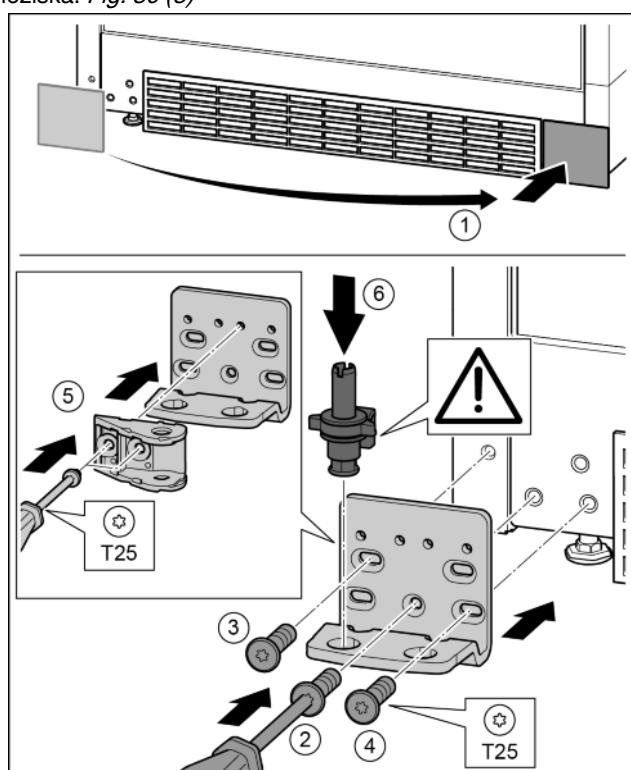

Fig. 31
- ▶ Sejměte kryt a připevněte jej na druhé straně. Fig. 31 (1)
- ▶ Nasadte stojan ložiska na druhé straně a přišroubujte pomocí šroubováku T25. Začněte šroubem 2 dole uprostřed. Fig. 31 (2)
- ▶ Pevně utáhněte šroub 3 a 4. Fig. 31 (3, 4)
- ▶ Spojení tlumiče zavírání otoče o 180°. Šroubovákem T25 přišroubujte na druhé straně stojanu ložiska. Fig. 31 (5)
- Zcela vložte ložiskový čep. Přitom dávejte pozor, aby zajišťovací vačka směrovala dozadu. Fig. 31 (6)